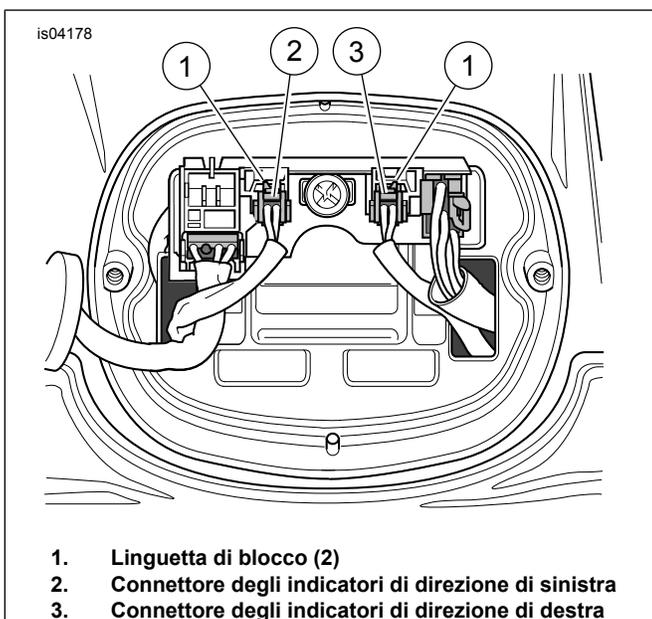

Figura 2. Collegamenti degli indicatori di direzione
1. Vedere Figura 2. Premere le linguette di blocco (1) sui connettori femmina ([18B] e [19B]) a due vie degli indicatori di direzione di sinistra (2) e di destra (3) per scollegarli dal circuito stampato dell'illuminazione posteriore.